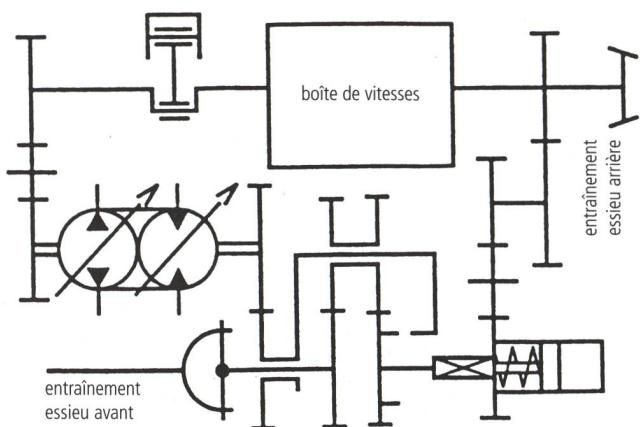

Fig. 5: Répartiteur longitudinal avec boîte de transfert hydrostatique pour l'entraînement en continu de l'essieu avant (selon Grad).
- Remplacement du système d'enclenchement par une boîte de transfert hydrostatique (fig. 5), fonctionnant en continu et permettant d'obtenir les mêmes facultés de traction qu'avec une transmis-